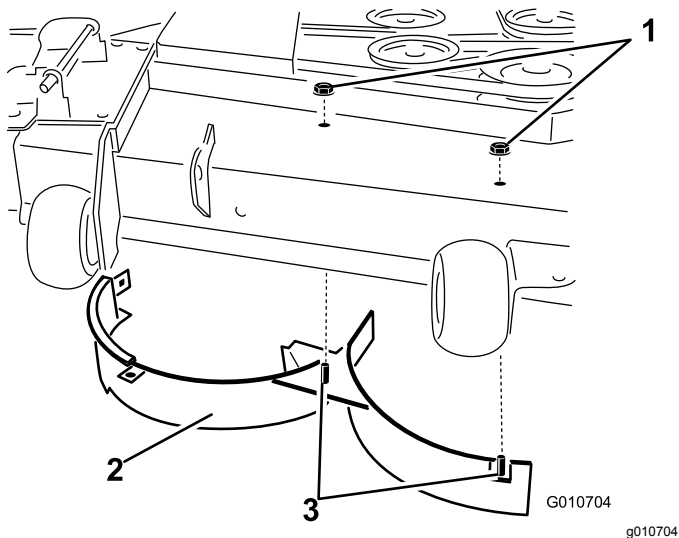

Рисунок 14
8. Отверните 2 контргайки (5/16 дюйма), которые крепят приваренные стержни правого дефлектора к верхней части деки газонокосилки в среднем положении и справа от среднего положения (Рисунок 14).